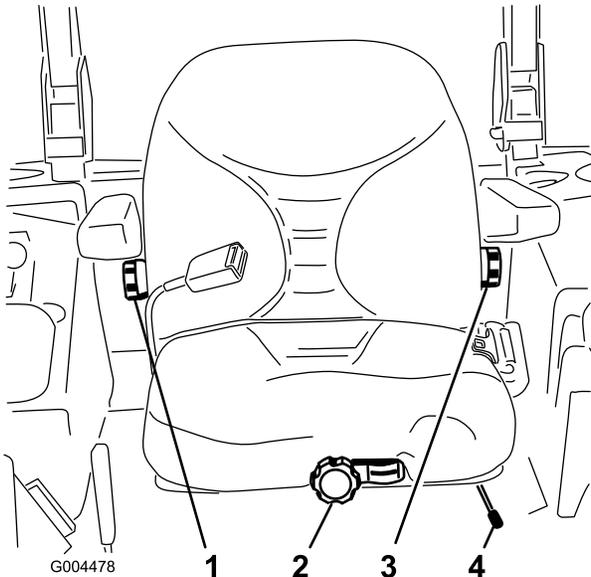

Figure 8
1. Poussez le levier de réglage de côté pour débloquer et régler le siège (Figure 8).
Pour ce faire, tournez le bouton situé sous l'accoudoir droit dans un sens ou dans l'autre pour obtenir la position la plus confortable (Figure 8).
Pour ce faire, tournez le bouton situé sous l'accoudoir gauche dans un sens ou dans l'autre pour obtenir la position la plus confortable (Figure 8).